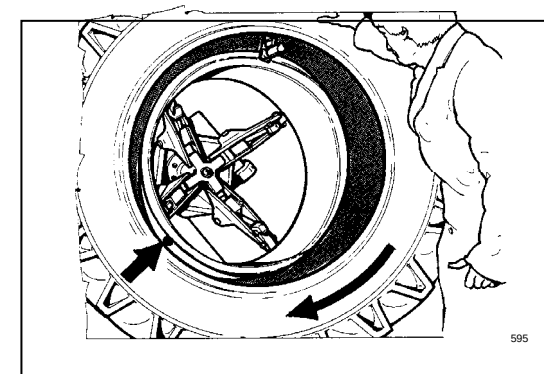

Fig.51
3. Place the hook tool as shown in Fig.51. The edge of the hook should be about 2-3 cm (1") away radially from the rim edge and 2-3 cm (1") to the outside.
3. Positionner le crochet comme le montre la Fig.51. L'extrémité du crochet doit être à une distance de 2-3 cm (1") environ du bord de la jante et de 2-3 cm (1") de l'extérieur.
3. Den Montagehaken wie in Abb.51 positionieren. Die Spitze des Montagehakens muß nach oben und von außen jeweils ca. 2-3 cm (1") vom Felgenhorn entfernt sein.